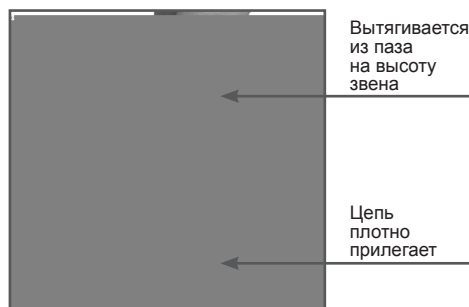

Рис. 5 Регулировка натяжения цепи
2. Вращайте шестерню натяжения цепи до тех пор, пока цепь не будет плотно прилегать к нижней части шины. На середине шины цепь вытягивается из паза на высоту звена (Рис. 5).